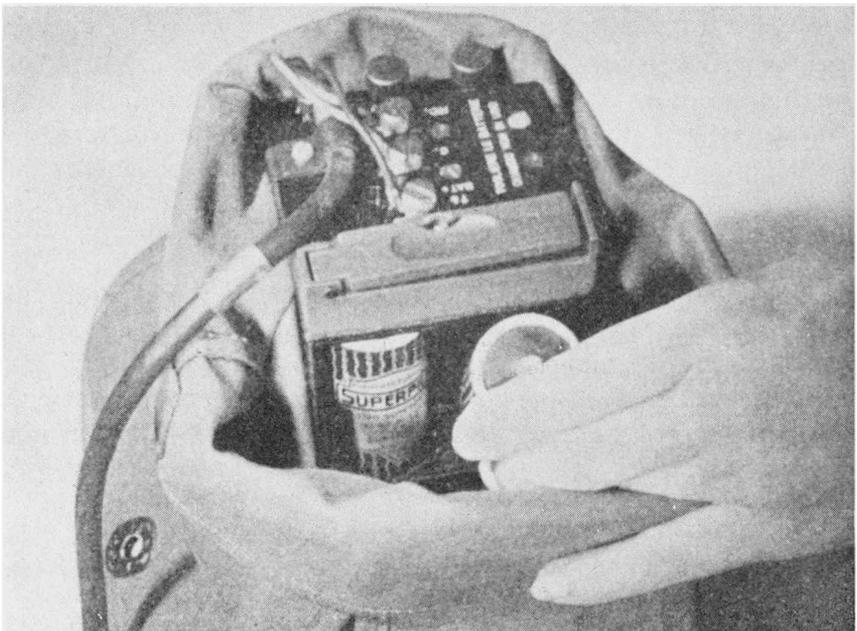

Fig. 11 - Installazioni delle batterie.
*b.* - Disporre due batterie BA-30 nell'apposito scompartimento (Fig. 11).